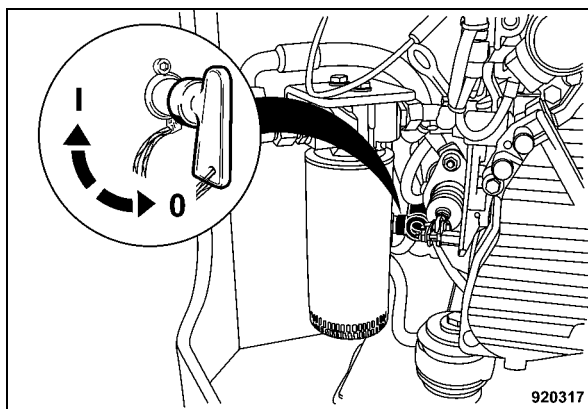

Fig. 61
- Inserire l'interruttore principale della batteria (Fig. 61) e porlo in posizione "I".